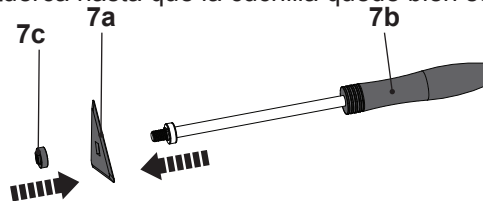

Fig. 1
- > Retire la tuerca exterior (7c) de la rosca del mango (7b) (Fig. 1).